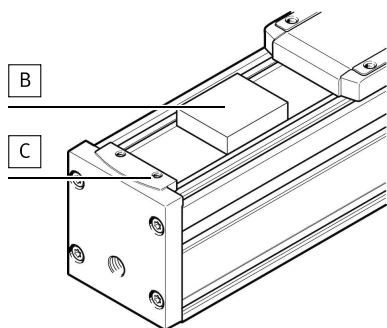

Fig. 9
1. Ослабьте винты [C] → Fig.9.
3. Подтяните защитную ленту с помощью натяжного элемента [B] → Fig.9.